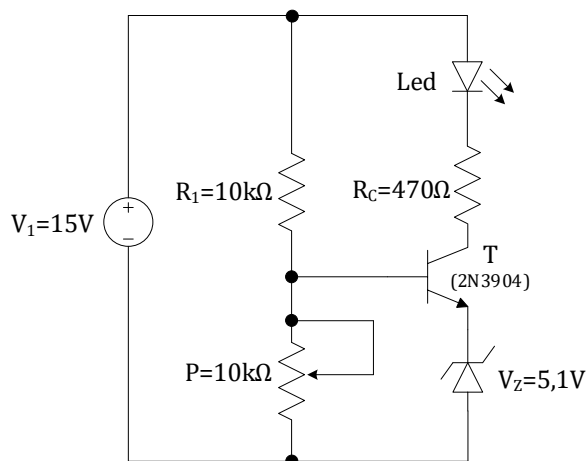

Figura 2
Considere o circuito da Figura 2.
5.1 - Monte o circuito da Figura 2. Ajuste a tensão de saída da fonte de alimentação para uma tensão de 15V e, só depois, alimente o circuito.